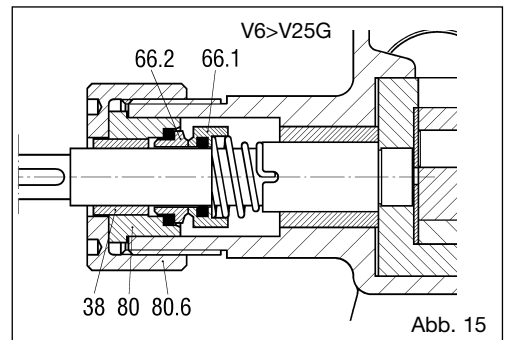

Abb. 15
11.8 Entfernung der mechanischen Dichtung ST5, ST6 Pumpen aus Guss von V6 bis V25 (Abb. 15)
- Die Abdeckung (80.6) abschrauben und die Dichtungshalterung (80) mit dem stationären Teil (66.2) der mechanischen Dichtung herausziehen.